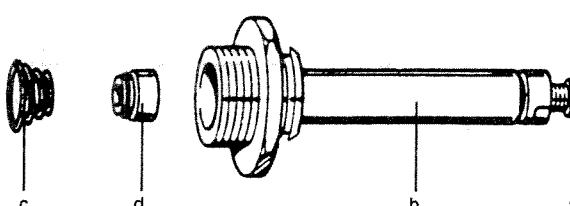

Figura 8
- sostituire la molla avendo cura di posizionarla correttamente (figura 8);
- substituir el resorte asegurándose de que sea posicionado correctamente (figura 8);
- avvitare a fondo, senza forzare, la vite nera (a) al canotto (b) (figura 8);
- aprire il rubinetto gas e ruotare la manopola (3) predisponendo la caldaia in posizione Estate (FIG.);
- svitare la vite nera (a) (figura 8) fino a raggiungere il valore di pressione corrispondente alla potenza ridotta vedi tabella 1 a pagina 17;
- atornillar completamente, sin forzar, el tornillo negro (a) al manguito (b) (figura 8);
- abrir el grifo gas y hacer girar el botón (3) predisponiendo la caldera en posición Verano (FIG.);
- destornillar el tornillo negro (a) (figura 8) hasta alcanzar el valor de presión correspondiente a la potencia reducida (véase tabla 1 en página 17);